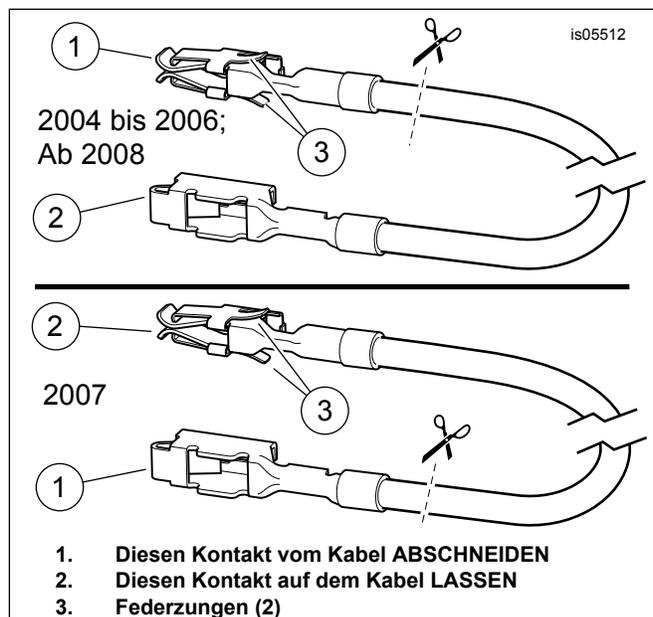

Abbildung 12. Sicherungsblock-Adapterkabel (FL Touring)
- Das orange/weiße Sicherungsblock-Adapterkabel (15) aus dem Satz bereitlegen. **Für Modelle von 2004 bis 2006:** Den Kontakt an beiden Enden notieren (siehe Abbildung 12, **obere Ansicht**). Nur der Kontakt **OHNE die Federungen** passt in den Sicherungshohlraum. Den Kontakt **MIT** Federungen sorgfältig vom Kabel abschneiden und entsorgen. **Für Modelle von 2007:** Den Kontakt an beiden Enden notieren (siehe Abbildung 12, **untere Ansicht**). Nur der Kontakt **MIT den Federungen** passt in den Sicherungshohlraum. Den Kontakt **OHNE** Federungen sorgfältig vom Kabel abschneiden und entsorgen.